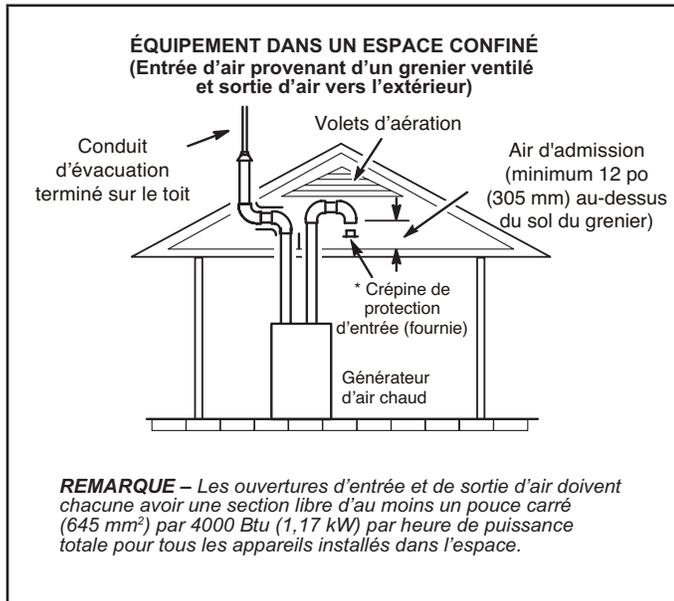
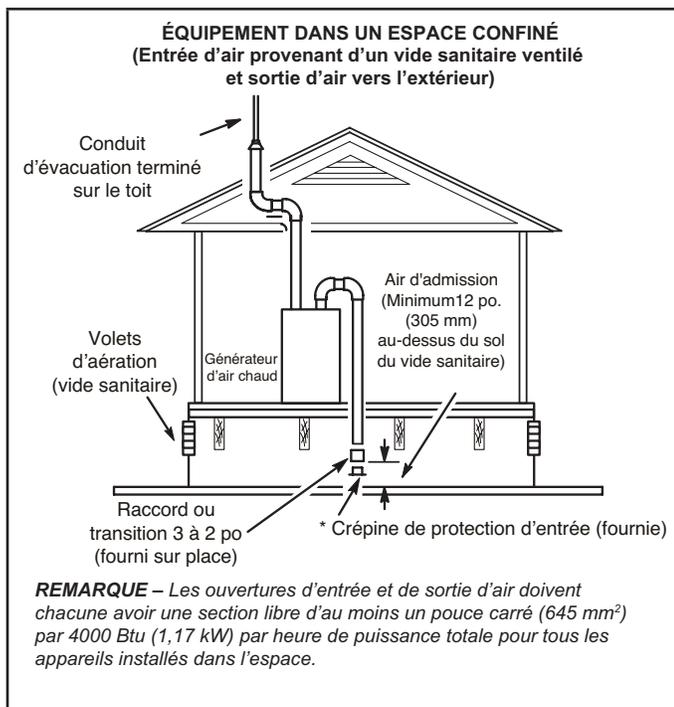

Figure 28
Figure 29
- 2 - Si l'air d'admission est aspiré d'un comble ventilé (Figure 28) ou d'un vide sanitaire ventilé (Figure 29), la longueur de l'évacuation ne doit pas dépasser celle indiquée au Tableau 6. Si un tuyau de 3 po de diamètre est utilisé, réduisez-le à 2 po de diamètre pour pouvoir installer la crépine anti-résidus.